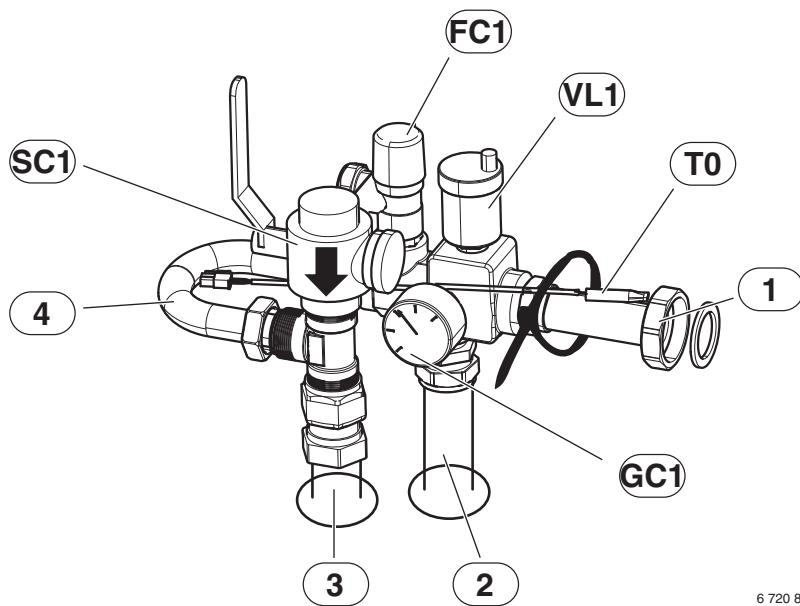

Fig. 11 Gruppo di sicurezza montato
- ▶ Per prima cosa montare il filtro ([SC1], fig. 11) sull'elemento a T.
- ▶ Montare i restanti componenti, tuttavia non stringere completamente i raccordi sul bypass ([4], fig. 11).
- ▶ Inserire la sonda della temperatura di mandata nel pozzetto ad immersione sul tubo ([T0], fig. 11) e fissare con fascette per cavi.
- ▶ Serrare i raccordi a vite sul bypass ([4], fig. 11).